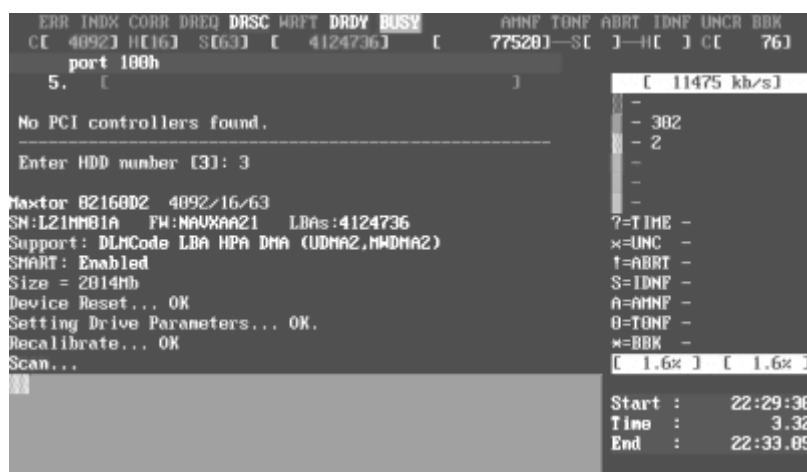

图 4-16 扫描开始
- ③ 设定开始的 LBA 值（常用，按空格键输入新的 LBA 值）。
- ④ 是否写入日志：ON/OFF，建议打开。
- ⑤ 是否地址重映射：ON/OFF 是否修复坏扇区（如果打开这一项，可以不破坏数据修坏道。此项与第十二项不能同时打开）。
- ⑥ 设定结束的柱面（一般不用）。
- ⑦ 设定结束的 LBA 值（常用）。
- ⑧ 设定超时值（秒）：25 Erase WAITS 的时间默认为 250 毫秒，数值可设置范围从 10~10 000 ms。此数值主要用来设定 MHDD 确定坏道的读取时间值（即读取某扇区块时如果读取时间达到或超过该数值，就认为该块为坏道，并开始试图修复），一般情况下此数值不要太大也不要太小，否则会影响坏道的界定和修复效果。
- ⑨ 是否写入高级日志 ON/OFF（此项被禁用）。
- ⑩ 扫描完后是否关闭电动机：ON/OFF 扫描结束后关闭硬盘电动机，这样即可使 SCAN 扫描结束后，电动机能够自动切断供电，但主板还是加电的。适合无人值守状态，一般不用。
- ⑪ 是否循环测试，修复：ON/OFF（如果此项为 ON，当第一次扫描结束后，就会再次从开始的 LBA 到结束的 LBA 重新扫描，修复，如此循环）。
- ⑫ 是否删除等待：ON/OFF（此项与第五项不能同时打开，此项主要用于修复坏道，而且修复效果要比 REMAP 更为理想尤其对 IBM 硬盘的坏道最为奏效，但要注意被修复的地方的数据是要被破坏的（因为 EraseWAITS 的每个删除单位是 255 个扇区）。
- 以上十二个参数如果要修改，都是先按空格键。一般情况下先看看硬盘什么情况，先不忙修改，这里直接按 F4（或者按 CTRL+ENTER）就开始扫描了，如图 4-16 所示。